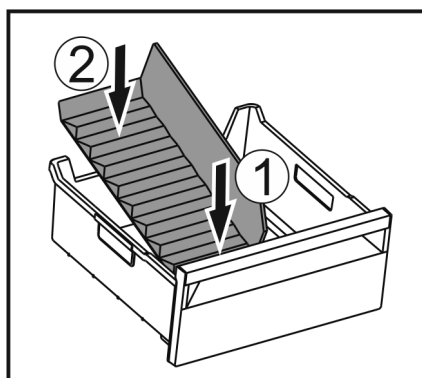

Fig. 121
- Włożyć przednią część separatora do szuflady na lód. Fig. 121 (1)
- Tylną część separatora do szuflady na lód opuścić na dno szuflady. Fig. 121 (2)